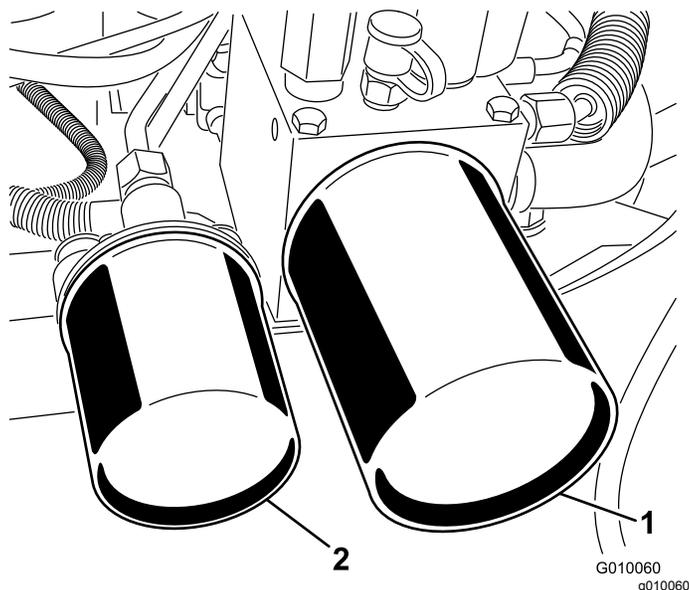

Figura 63
2. Collocate una bacinella di spurgo sotto i filtri, togliete i filtri usati e pulite la guarnizione di riduzione del filtro (Figura 63).